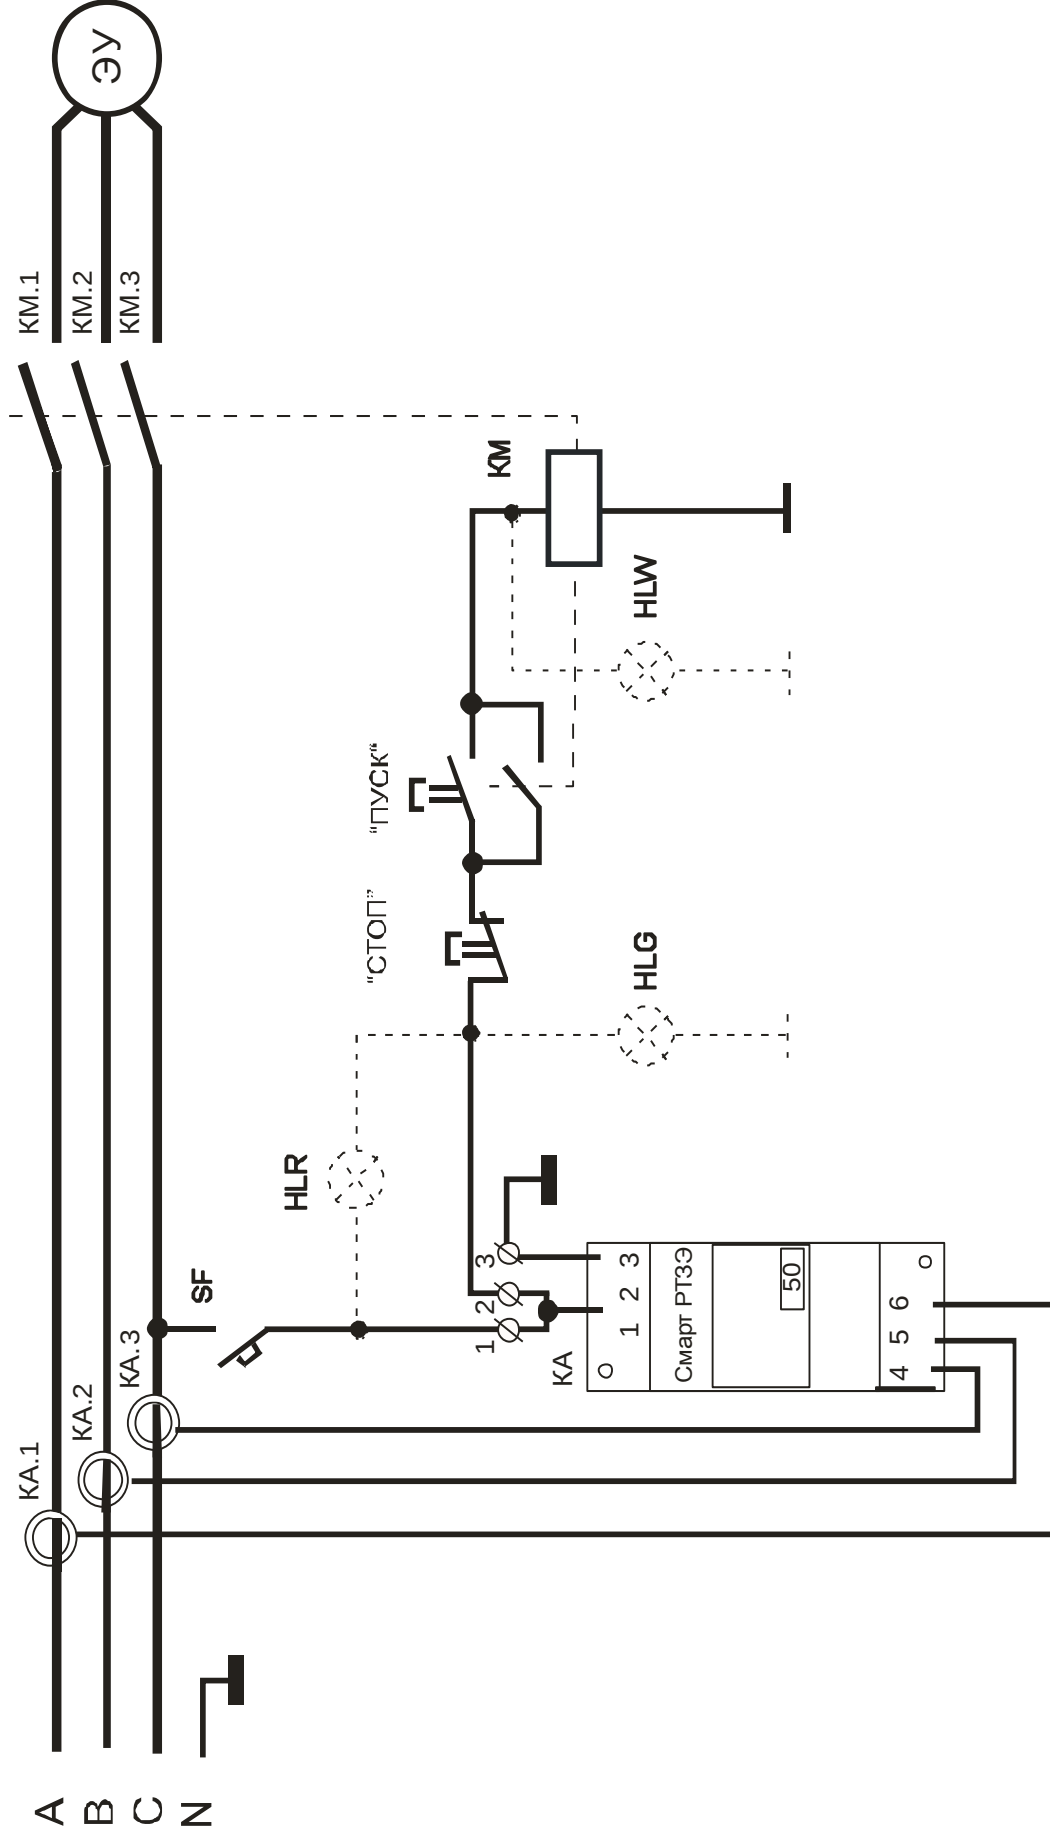

Рисунок 4 - типовая схема включения реле в систему управления электроустановки
6.3 Подключение реле производится в соответствии со схемой рис.4. Возможны другие варианты подключения реле, которые разрабатываются самим потребителем в зависимости от условий применения.